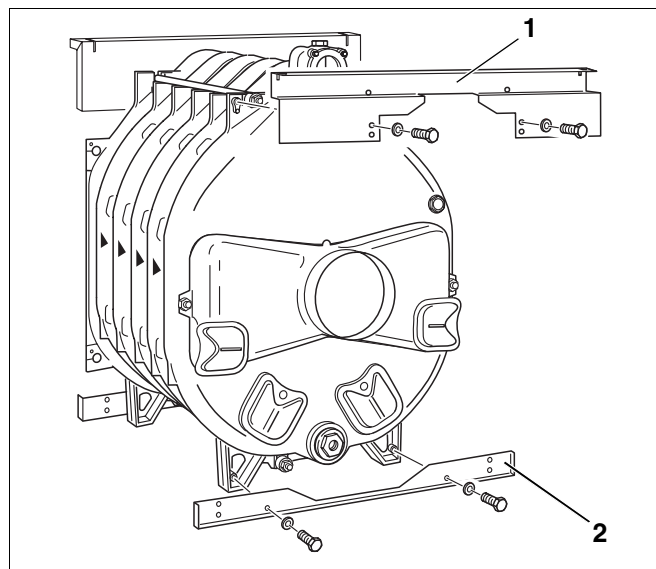

Рис. 31 Установка задних траверс
- Установить поперечную траверсу сверху сзади (рис. 31, **поз. 1**) на литых выступах и закрепить болтами (M 8 x 15) к задней секции. Отбортовка верхней поперечной траверсы должна быть направлена **вперед**.
- Прикрутить нижнюю поперечную траверсу (рис. 31, **поз. 2**) двумя болтами (M 8 x 15) к ножкам задней секции. Отбортовка нижней поперечной траверсы должна быть направлена назад.